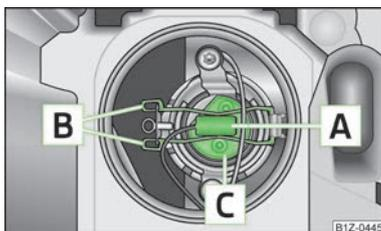

Fig. 163
- Extraer el enchufe **[A]** » fig. 163.